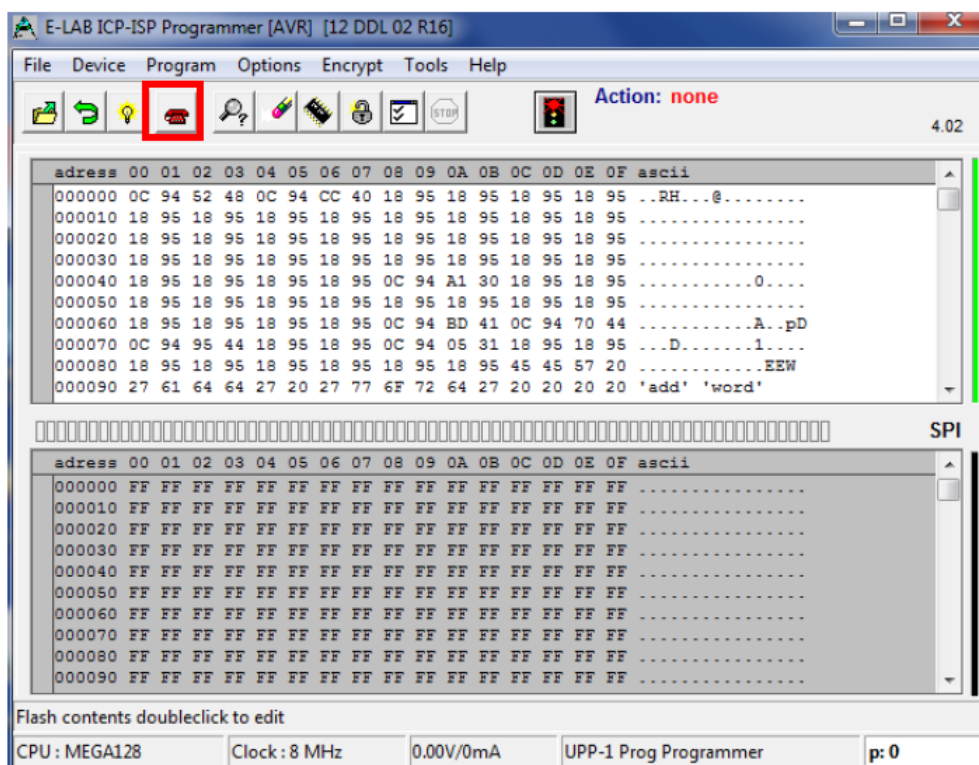

Рисунок 9
1.2.9 Чтобы загрузить файлы встроенного ПО в программатор E-LAB, нажмите на красный символ телефона на панели значков вверху (рисунок 9).